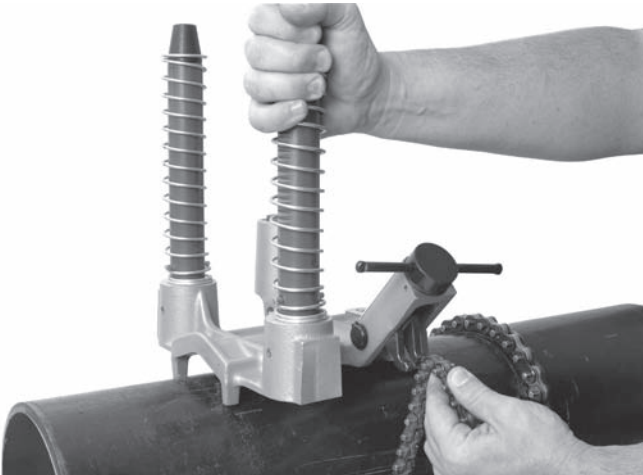

Figur 7 – Sådan skilles basen fra motoren
sikre dig, at stempelstiften fungerer korrekt og fastholder motoren på basen (figur 7).
1. Stil HC-300-hulskæremaskinen på en stabil og sikker overflade. Træk stempelstiften bag på den venstre søjle (figur 7), og løft motorsamlingen fri af basesamlingen.